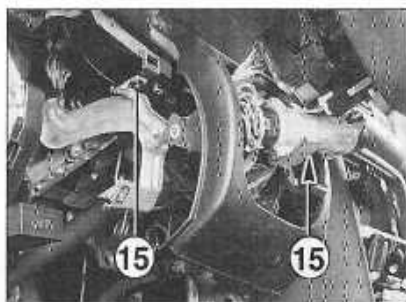

FIGURE 9-8
- les 2 fixations (15) de la planche de bord (figure 9-8).